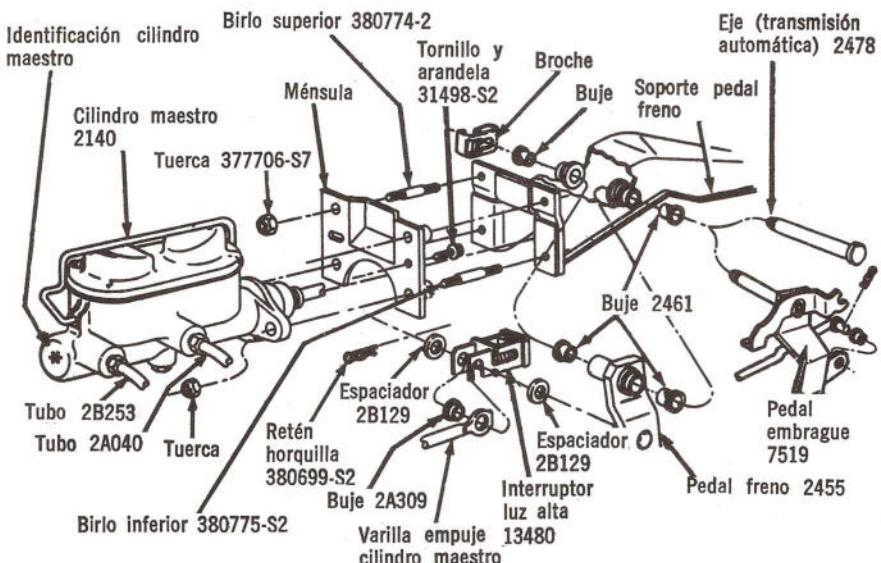

Fig. 14 — Instalación Cilindro Maestro Sistema de Frenos Diales sin Frenos de Potencia.
Consulte la Fig. 14.
5. Corra la varilla de empuje del cilindro principal y las arandelas y buje hacia afuera del pasador del pedal (Fig. 14).
6. Quite el pasador de seguridad y la arandela del eje de los pedales, luego, quite el eje, el conjunto de pedal del freno y los bujes, del soporte de pedales (Fig. 14).
2. Coloque el pedal del freno en el soporte; luego, instale el pedal de embrague y eje a través del soporte y del pedal del freno. Instale la arandela de presión y el retén (Fig. 14).
5. Instale la arandela interna de nylon, la varilla de empuje del cilindro principal y el buje, en el pasador del pedal del freno. Coloque el interruptor de modo que quede montado en la varilla de empuje con la ranura del interruptor en el pasador del pedal y el agujero externo del mismo apenas librando el pasador. Corra el interruptor sobre el pasador e instale la arandela externa de nylon como se muestra en la Fig 14. Sujete estas pinzas al pasador con el retén en forma de horquilla.